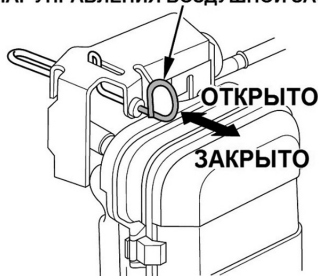

Рис. 10 Рычаг управления воздушной заслонкой
2. Закройте воздушную заслонку карбюратора. Для этого вытяните рычаг управления воздушной заслонкой (Рис. 10).